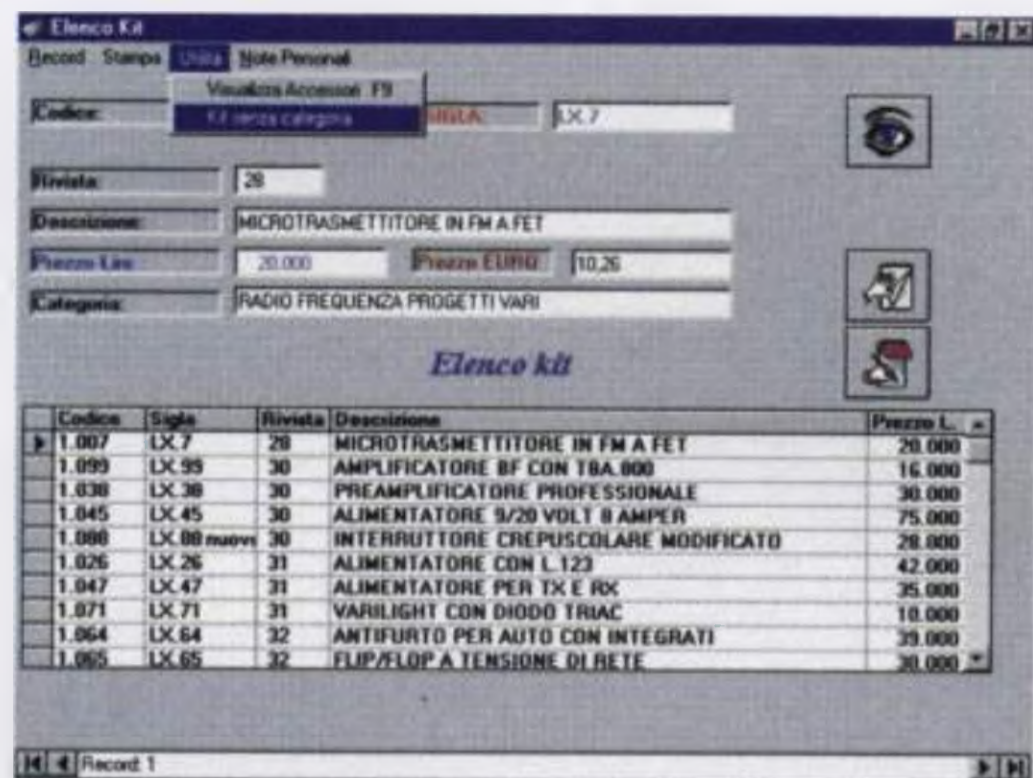

Fig.26 L'istruzione **Kit senza categoria** nel menu **Utilità** consente di ritrovare i kit che non sono associati a nessuna delle categorie presenti in memoria.
– Aprite il menu **Utilità** e selezionate il comando **Kit senza Categoria** (vedi fig.26).